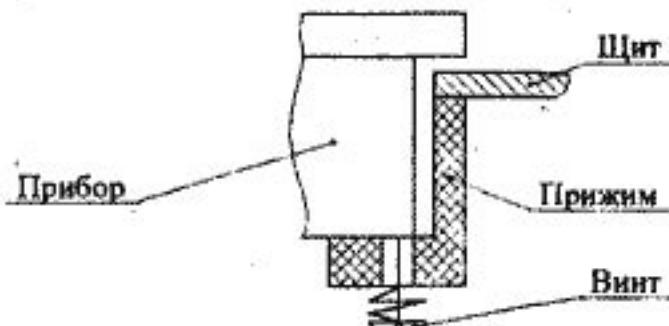

Рис.2
5.2. Вставьте прибор в щит и закрепите его на щите с помощью двух прижимов, рис. 2.